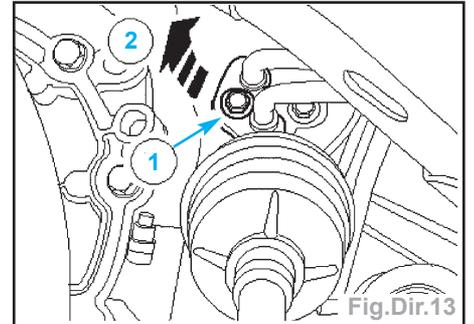

Fig.Dir.13
- Détacher les tuyaux de direction assistée du distributeur de commande hydraulique du boîtier de direction (Fig.Dir.13) :
- déposer la vis (1),
- tourner la bride de fixation (2).